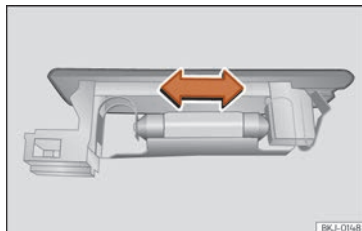

Fig. 65 Luz da bagageira.
- Pressione a lâmpada lateralmente e retire-a do alojamento »» Fig. 65.